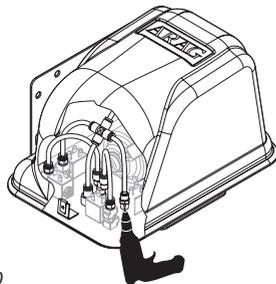

Рис. 20
- Продуйте сжатым воздухом фитинги электроклапанов в направлении компрессора (Рис. 20).